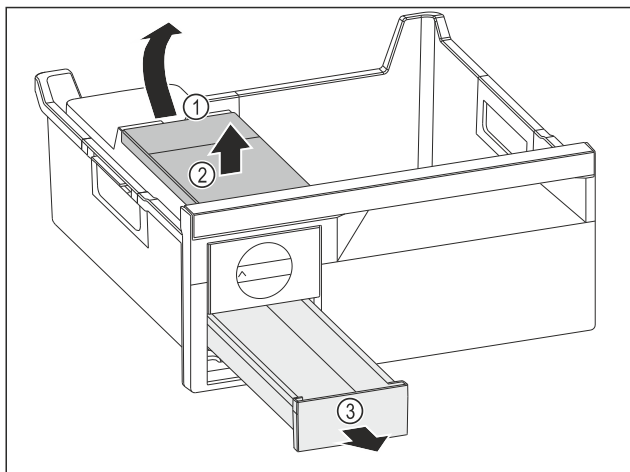

Fig. 104
- Heqja e depozitës së ujit: Ngrini lart depozitën e ujit duke e kapur nga foleja Fig. 104 (1).
- Hiqni depozitën e ujit Fig. 104 (2) për nga lart.
- Hiqni sirtarin e kubave të akullit Fig. 104 (3) nga përpara.